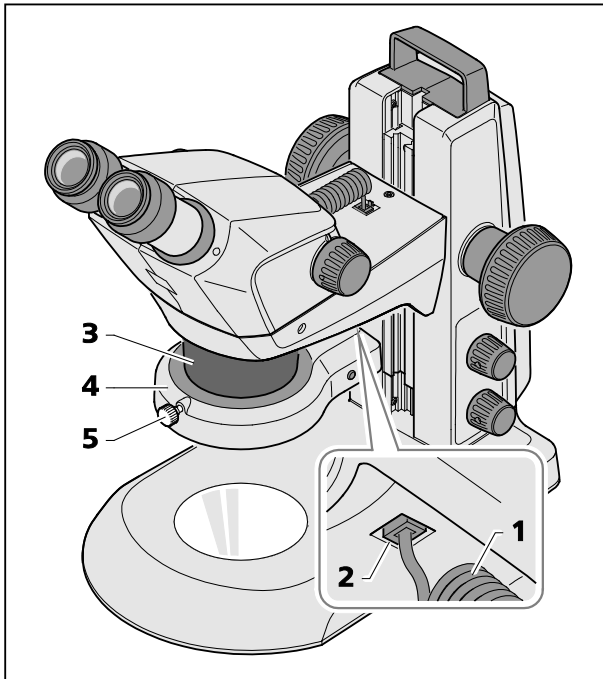

Bild 13 Ringleuchte auf Mikroskopkörper montieren
- Das Anschlusskabel (Bild 13/1) der Ringleuchte (Bild 13/4) in die untere Buchse (Bild 13/2) des Stemi-Trägers und in die Buchse der Ringleuchte einstecken.
- Die Ringleuchte von unten auf den Mikroskopkörper (Bild 13/3) aufschieben und mit der Rändelschraube (Bild 13/5) fixieren.